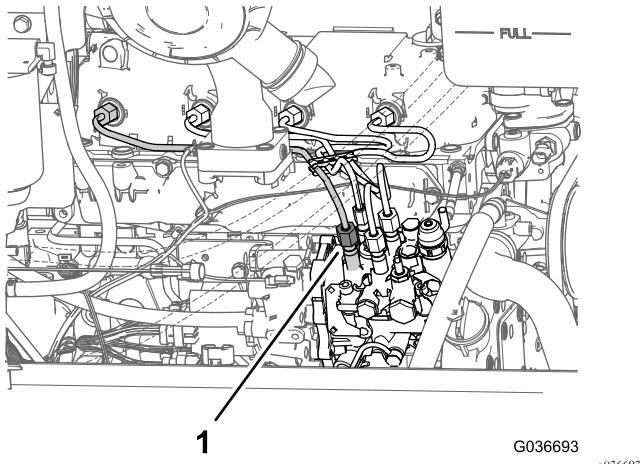

Figura 45
1. Desaperte a porca do tubo para o injetor de combustível n.º 1 do cilindro na bomba de injeção (Figura 45).